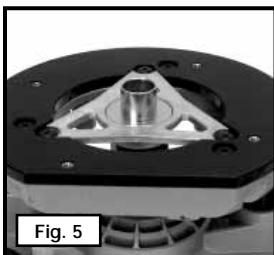

Fig. 5
7. Empuje la base hacia abajo hasta que la guía de plantilla se centre a sí misma sobre la tuerca del portaherramienta (D), Fig. 8, y manténgala en esta posición, Fig. 5.
11. Deje que la base se mueva lentamente hacia arriba hasta que se detenga, Fig. 5.
**NOTA:** Vea fig. 5 para la orientación apropiada de las guías del templet.
3. Quite la subbase, Fig. 5, y la cubierta antipolvo transparente (G), Fig. 8.